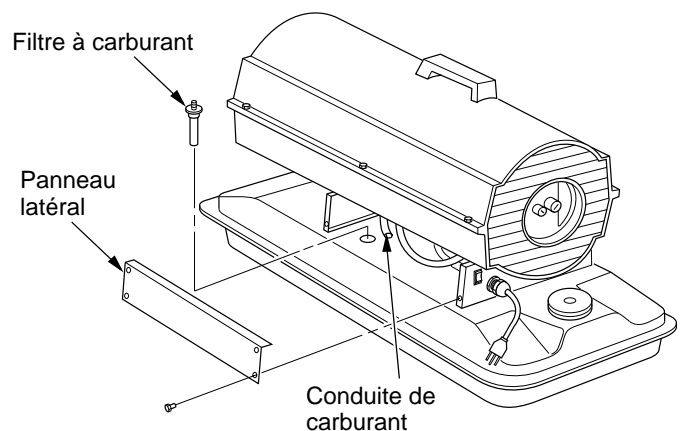

Figure 9 - Dépose du filtre à carburant, Modèle GK20
- Enlever les 4 vis du panneau latéral à l'aide d'une clé à douille de 5/16 po. Déposer le panneau latéral. (voir figure 9 ou 10, page 8).
- Remonter le panneau latéral. (Voir figure 9 ou 10, page 8).